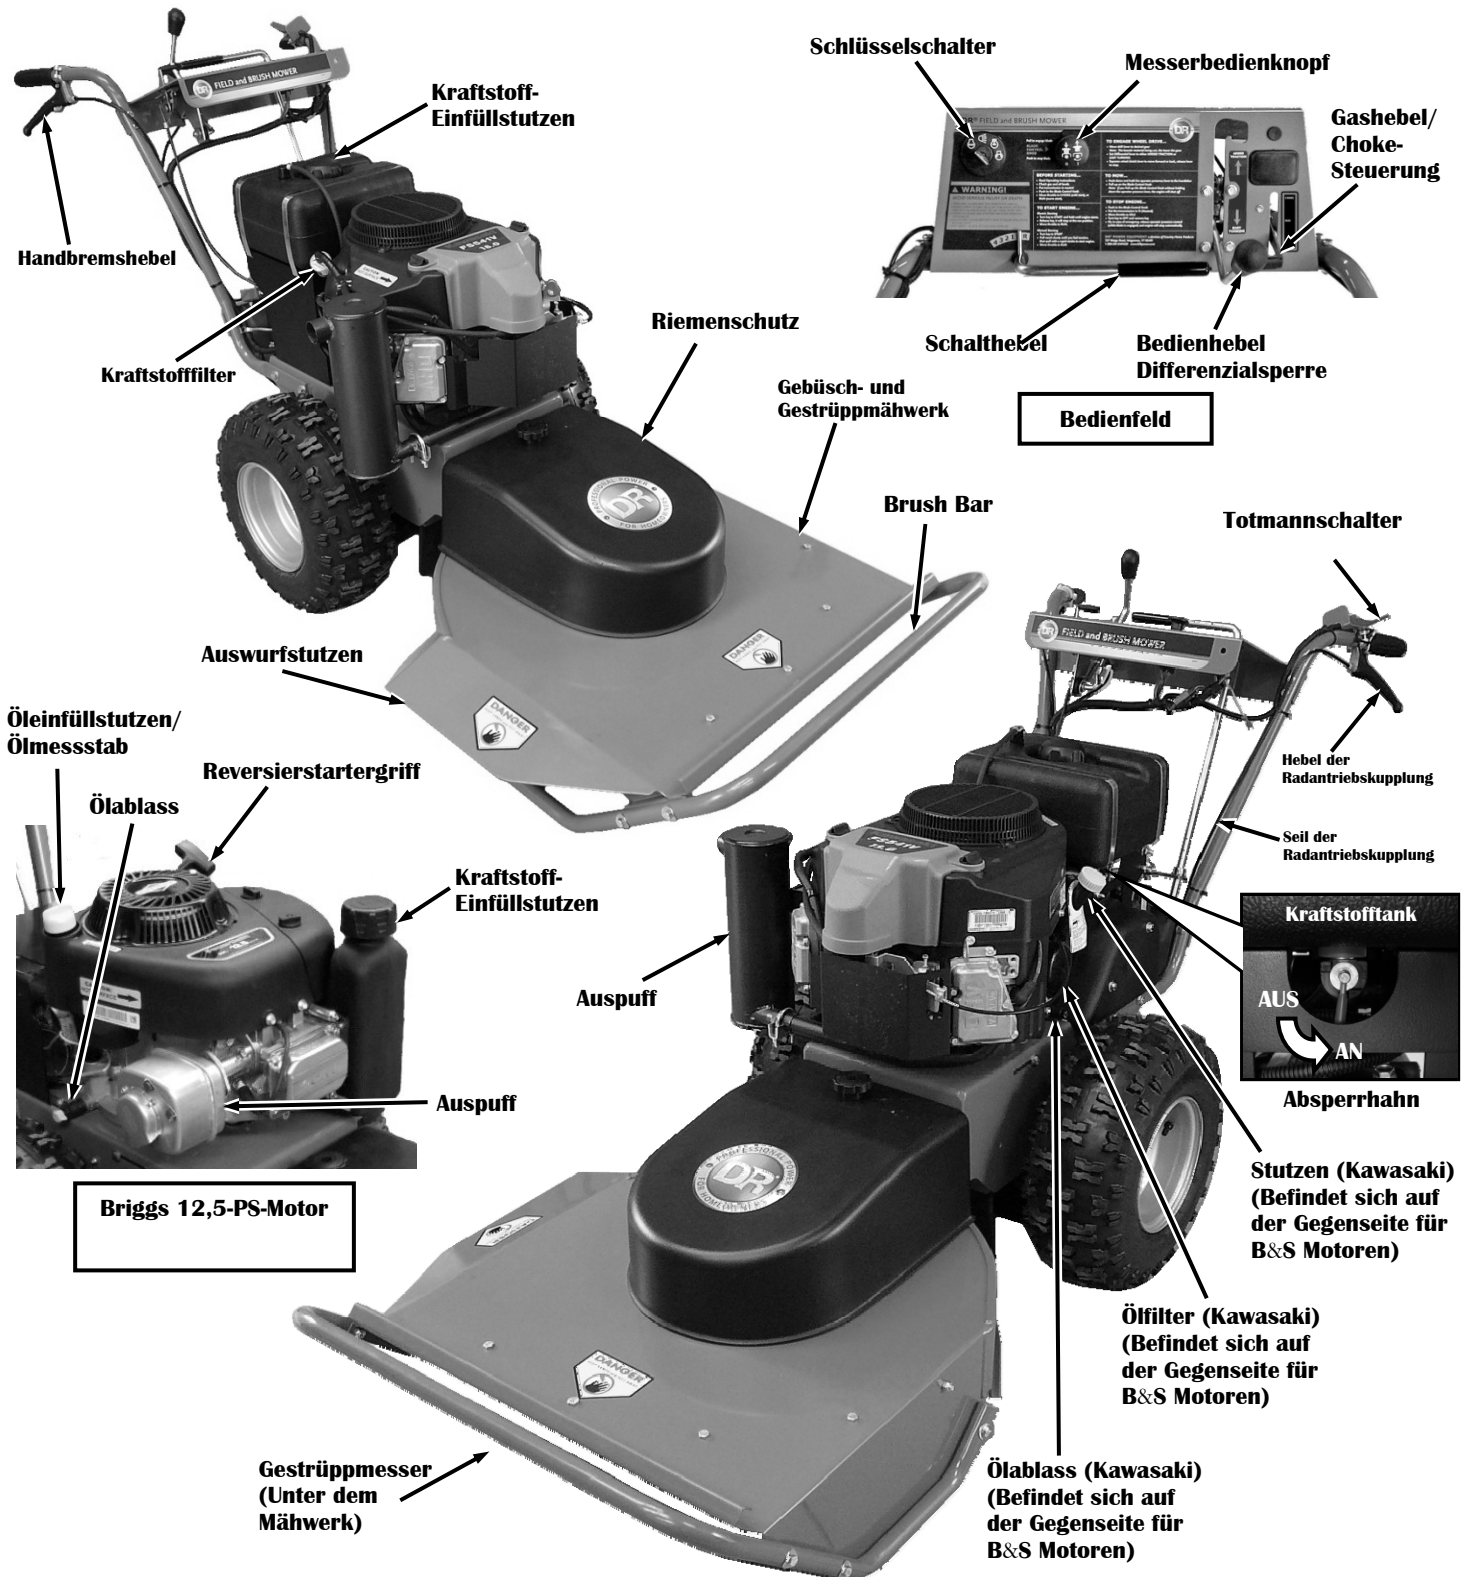

Abbildung 1
Es ist notwendig, sich mit den Bedienelementen und Merkmalen Ihres DR GELÄNDE- UND GESTRÜPPMÄHERS, wie in Abbildung 1 dargestellt, vor der Inbetriebnahme vertraut zu machen. Bei Fragen wenden Sie sich bitte an www.DRpower.com.
HINWEIS: Verwenden Sie ausschließlich SAE 30 Öl. Andere Ölsorten könnten beim Betrieb Ihres Mähers Probleme bereiten. Detaillierte Informationen zum Öl entnehmen Sie bitte Ihrem Bedienungshandbuch. Stellen Sie den Mäher auf eine ebene Fläche und füllen zunächst die Hälfte des SAE Öls, das vom Motorenhersteller empfohlen wird in den Einfüllstutzen (**Abbildung 1** auf Seite 7) und warten dann eine Minute, bis das Öl sich gesetzt hat.
4. Öffnen Sie das Absperrventil, das sich an der Kraftstofftankhalterung befindet (**Abbildung 1** auf Seite 7).
Dieses Kapitel behandelt die Vorgehensweisen für das Anlassen und Ausschalten Ihres neuen DR GELÄNDE- und GESTRÜPPSMÄHERS sowie die grundlegenden Bedienfunktionen. Es kann nützlich sein, sich mit den Bedienelementen und Merkmalen Ihres DR GELÄNDE- UND GESTRÜPPMÄHERS, wie in **Abbildung 1** auf Seite 7 dargestellt, vor dem Lesen dieses Kapitels vertraut zu machen.